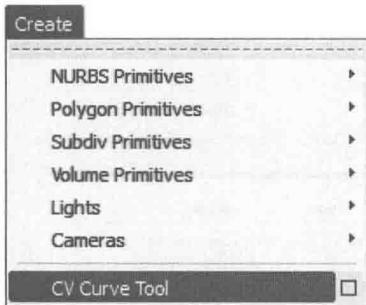

图 1-7
4) 在主菜单栏中单击 Create (创建) → CV Curve Tool (CV 曲线工具) 命令, 如图 1-7 所示。